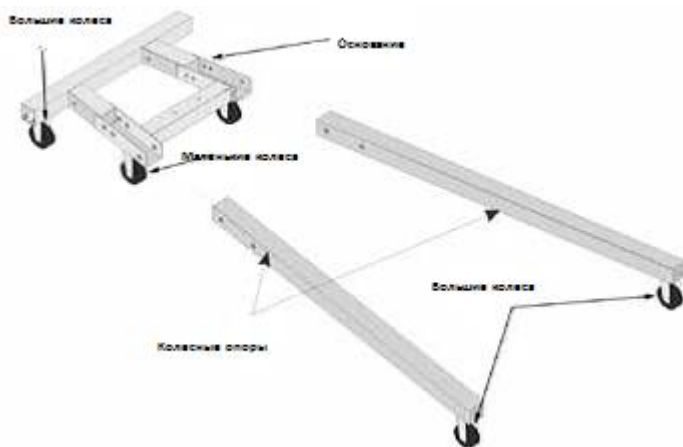

Рис.1
1. Используя прилагаемые болты и гайки, прикрепите два больших колеса к основанию и два другие больших колеса к колесным опорам. Затем прикрепите два маленьких колеса к основанию. (См. Рис. 1)